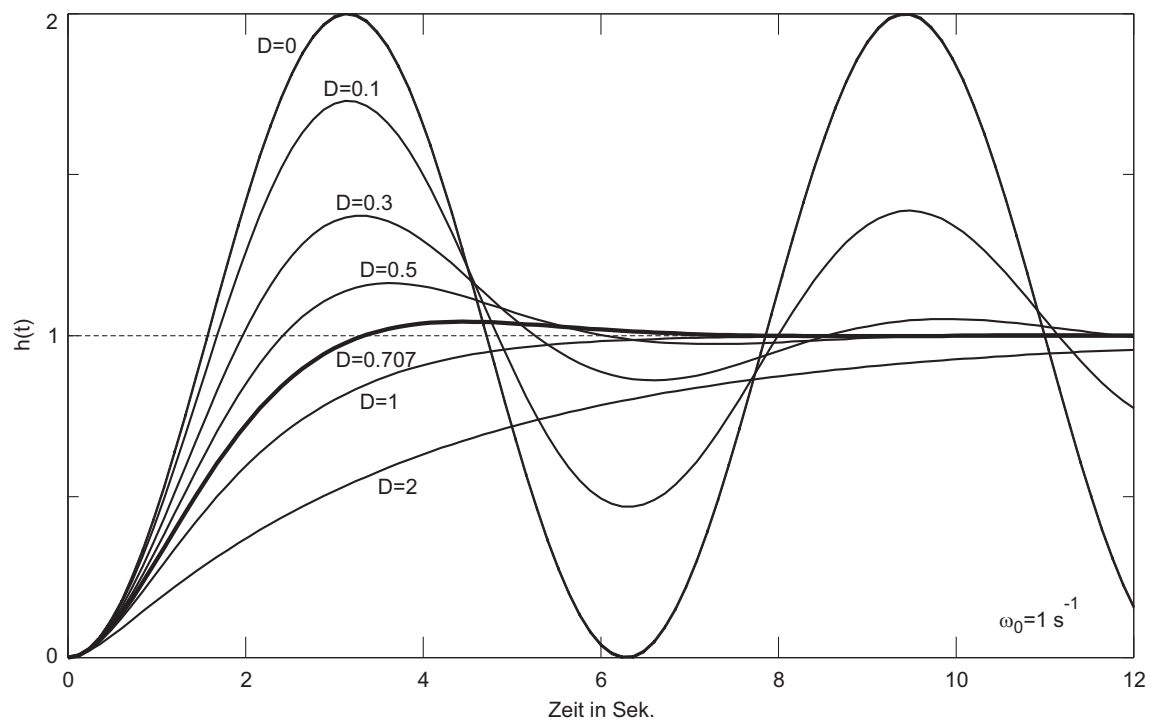

Bild 3.2: Sprungantworten für verschiedene Dämpfungen
- Bild 3.2 zeigt die Sprungantworten für verschiedene Werte von  $D$ . Wann ergibt sich das schnellste Einschwingverhalten?